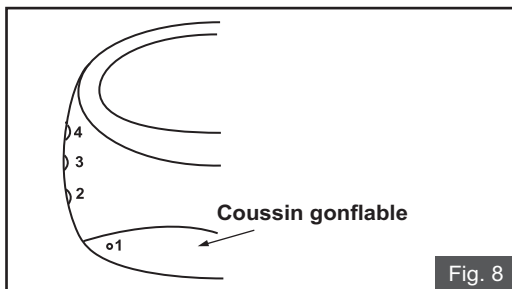

Fig. 8
4. A l'aide du tuyau de gonflage, gonflez les chambres en suivant les numéros imprimés 1, 2, 3, 4, (voir Fig. 8).